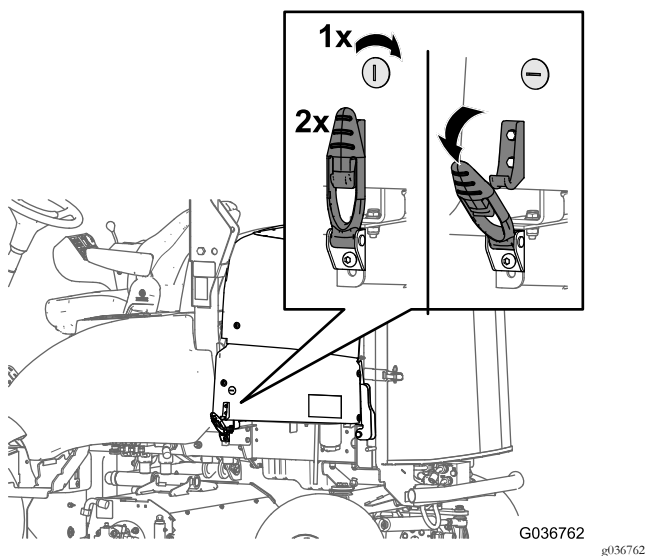

Figura 2
1. Insira a chave do capot na fechadura do capot e rode 90° no sentido contrário ao dos ponteiros do relógio (Figura 1 ou Figura 2).
- Para máquinas com trincos de capot montado na parte lateral: retire os dois trincos do capot dos encaixes dos trincos (Figura 2).